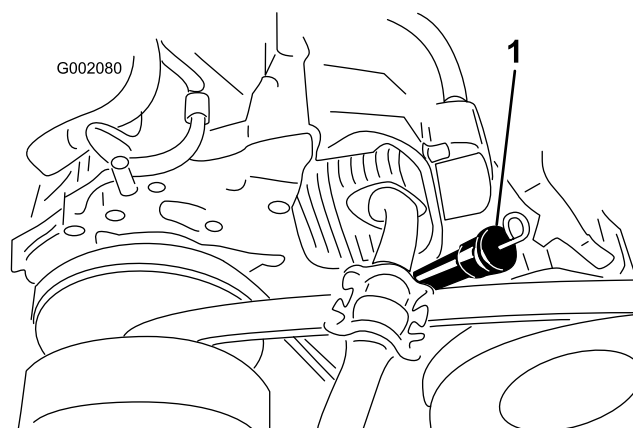
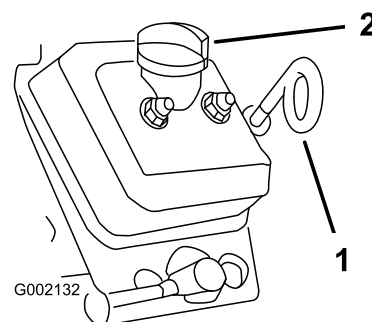

Figure 10
Figure 11
2. Nettoyez la surface autour de la jauge d'huile (Figure 10 pour les modèles N° 07266/TC et Figure 11 07273/TC) pour éviter que des impuretés ne s'introduisent dans l'orifice, ce qui risquerait d'endommager le moteur.